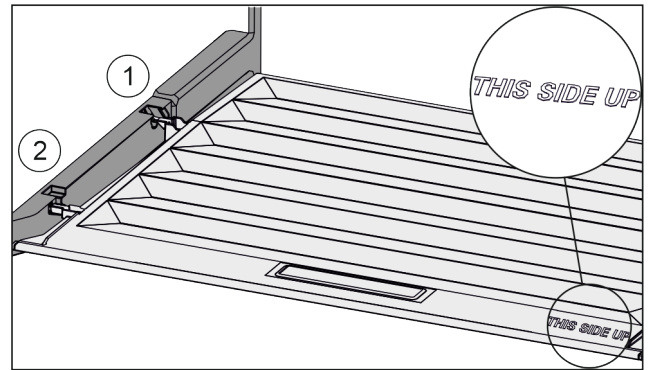

Fig. 86
- ▶ Пъхнете шийките на капака през отвора в задния държач Fig. 86 (1) и фиксирайте отпред в държача Fig. 86 (2).